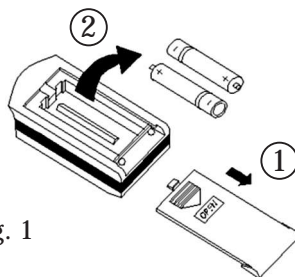

Fig. 1
1. Presione ligeramente  para retirar la tapa del mando a distancia (Fig. 1).
2. Extraiga las baterías gastadas (Fig. 1).